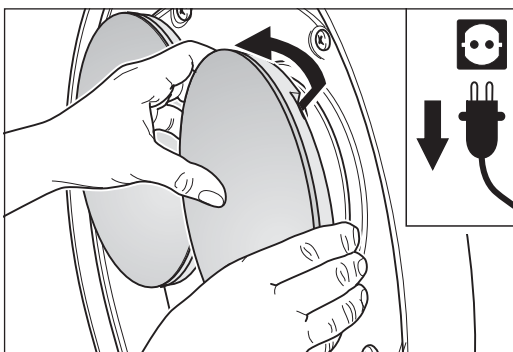

Fig. 55 Saisissez le plateau en passant les bouts de doigts derrière lui et dégagez-le par l'avant.
- 5 Retirez les plateaux de ponçage ou les brosses. A cet effet, saisissez le plateau en passant le bout des doigts derrière lui et enlevez-le ainsi des supports en caoutchouc (fig. 55).
- 5 Enlevez les plateaux de ponçage ou les brosses. A cet effet, saisissez le plateau en passant les bouts de doigts derrière lui et enlevez-le ainsi des supports en caoutchouc (fig. 55).